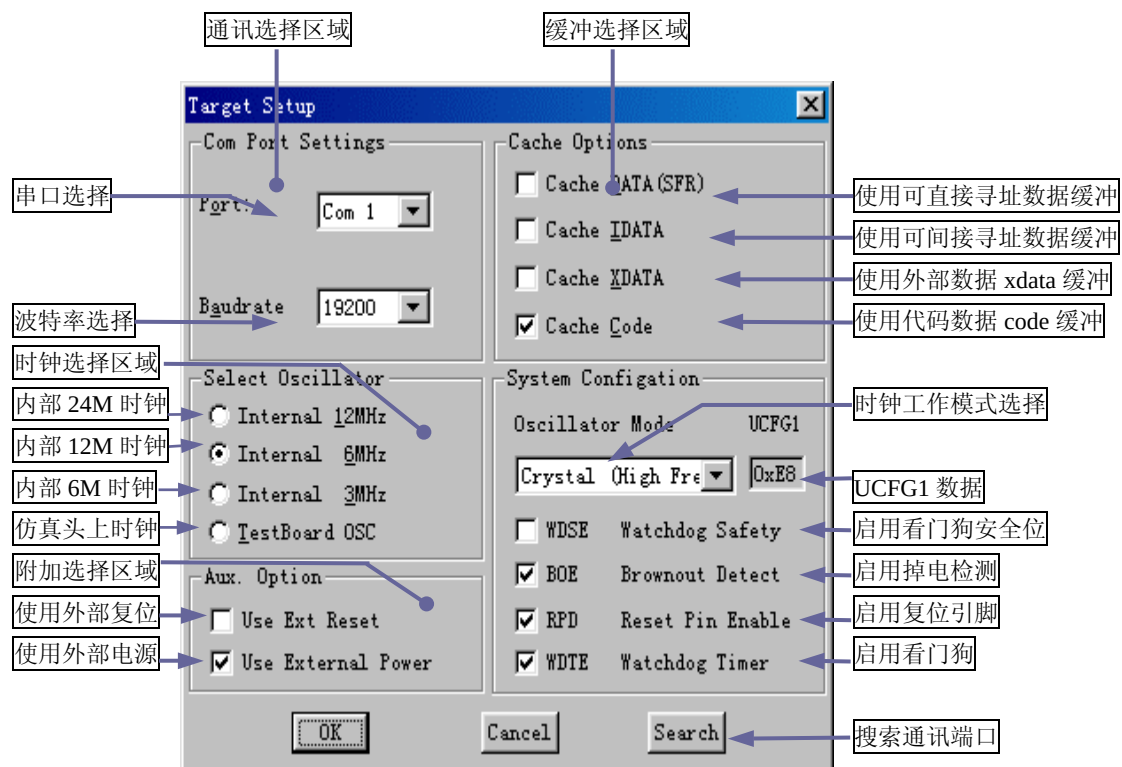

图 4.5 仿真硬件配置界面
- **硬件仿真参数设置：**该配置项主要设置硬件仿真的重要选项，用户要仔细选择。点击 Settings 进入图 4.5 的对话框。